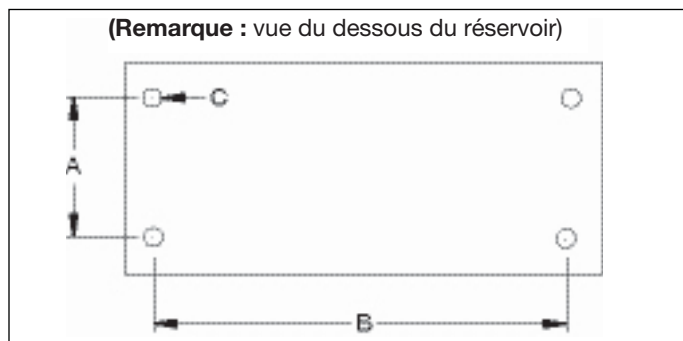

Figure 3, Dimensions de montage
4.2 Montage de la pompe (cf. Figure 3)
Veuillez consulter la figure 3 pour les dimensions de montage afin d'installer la pompe à une surface fixe.